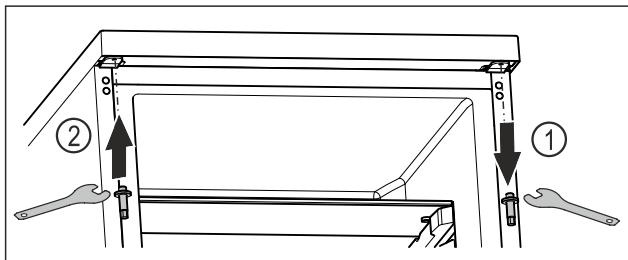

Fig. 18
- Отвийте горния болт с външен шесткантов ключ. Fig. 18 (1)
- Затегнете болта от другата страна с помощта на външния шесткантов ключ. Fig. 18 (2)